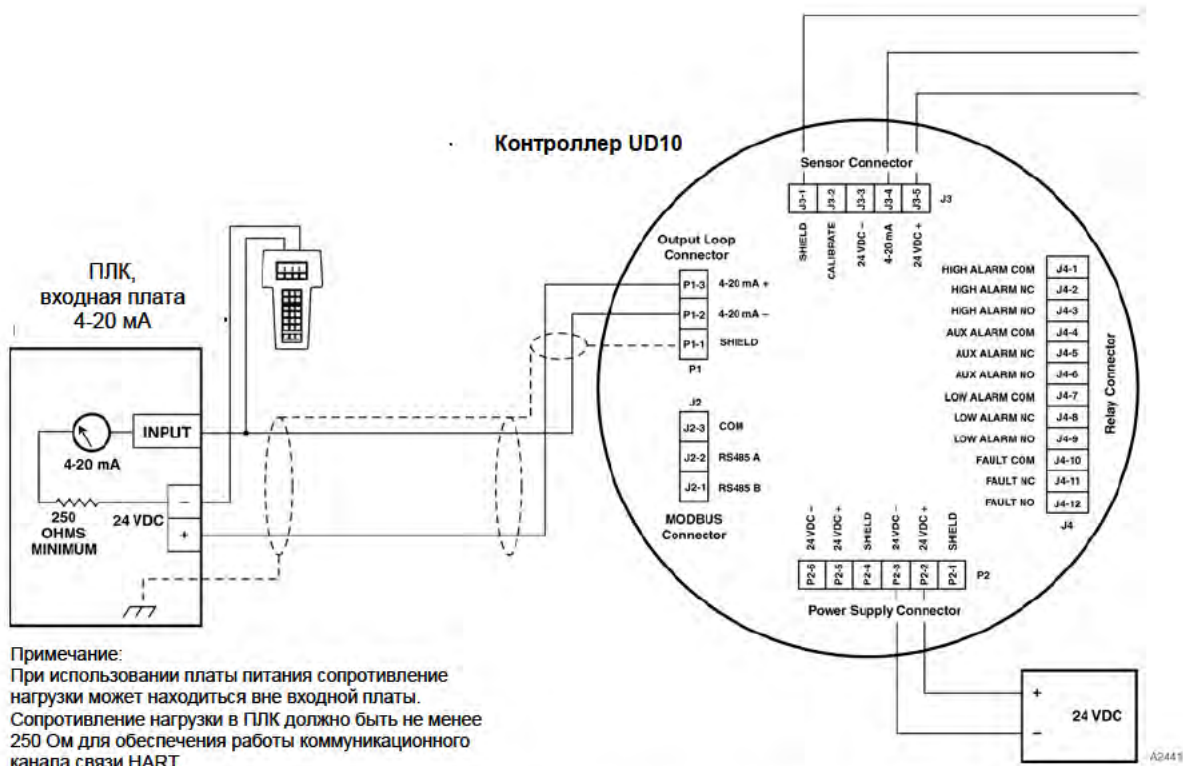

Рис. 13. Контроллер UD10, подключенный к ПЛК по схеме с изолированным выходом 4-20 мА (источник тока).
*Выбираемый источник питания должен удовлетворять требованиям к помехозащищённости для систем, работающих с протоколом HART. Если пульсации или шумы от источника основного питания могут вызывать помехи в работе протокола HART, то необходимо применять изолированный источник питания, см. рис. 13. За подробной информацией обращаться к документу "FSK Physical Layer Specification" HCF\_SPEC-54, изданному организацией HART Communication Foundation.*
На рис. 13 показана схема подключения к ПЛК контроллера с выходом 4-20 мА в качестве изолированного источника тока.